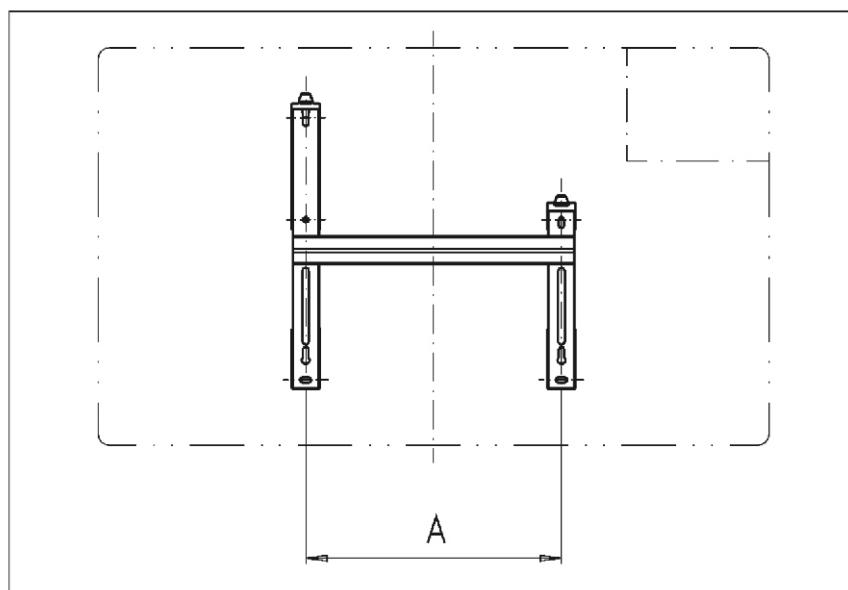
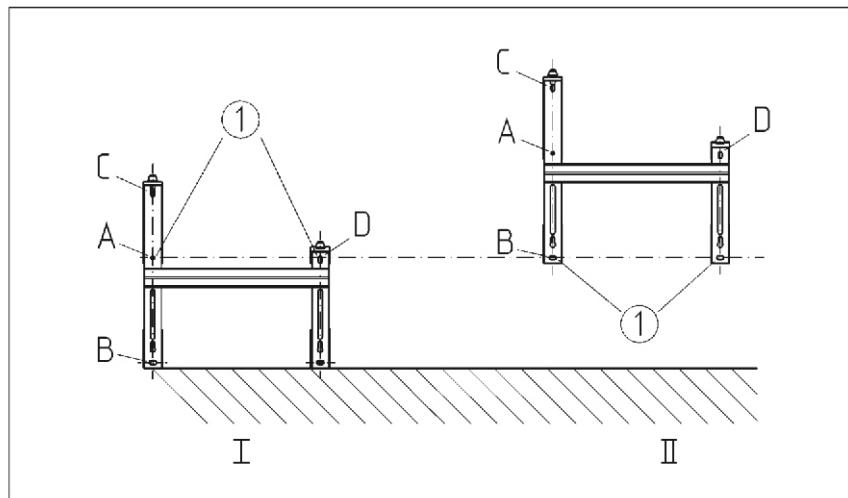

Рис. 4
Рис. 5
Настенный кронштейн ориентирован по центру прибора (см. рис. 4 и табл. 1). Он может служить в качестве шаблона для крепления (рис. 5). Поставьте несущую раму на пол и отметьте нижние отверстия для сверления (1), которые совпадают с отверстиями А и Д (рис. 5, I). Затем поднимите настенный кронштейн таким образом, чтобы отверстия В в нем совпадали с только что отмеченными точками (1).